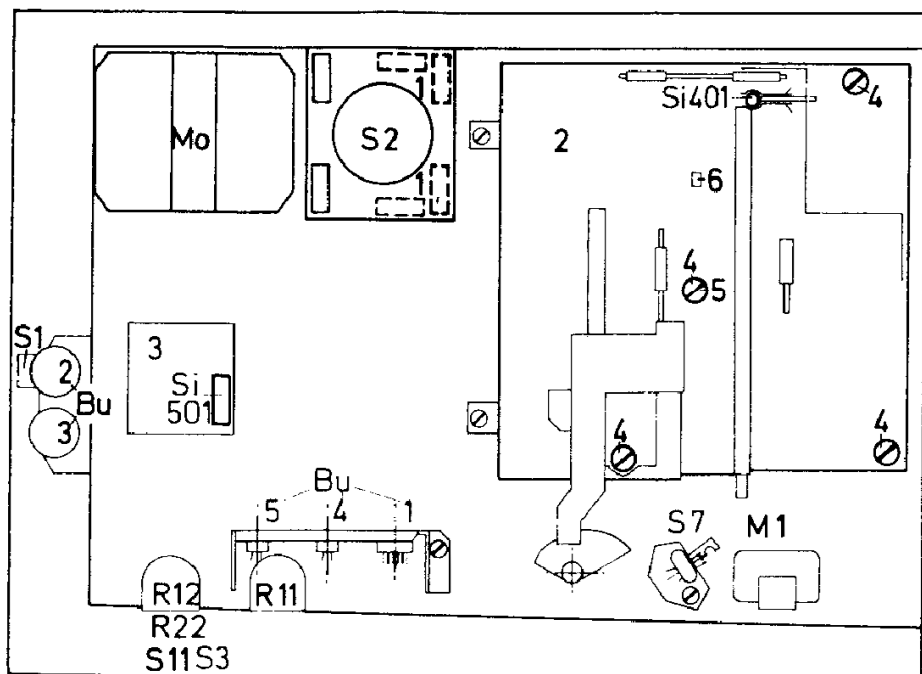

Abb. 1: Darstellung der Chassistrückseite (blau: nur bei M 207)
Die Endstufenplatte ③ läßt sich nach Lösen der drei Schrauben ⑦ wenden, so daß die Bauelemente zugänglich werden. Zum Wechseln der Sicherung Si 501 und für Einstellarbeiten braucht die Platte nicht gelöst zu werden, Si 501 ist durch einen Durchbruch in der Chassistrückseite zu erreichen (siehe Abb. 1).